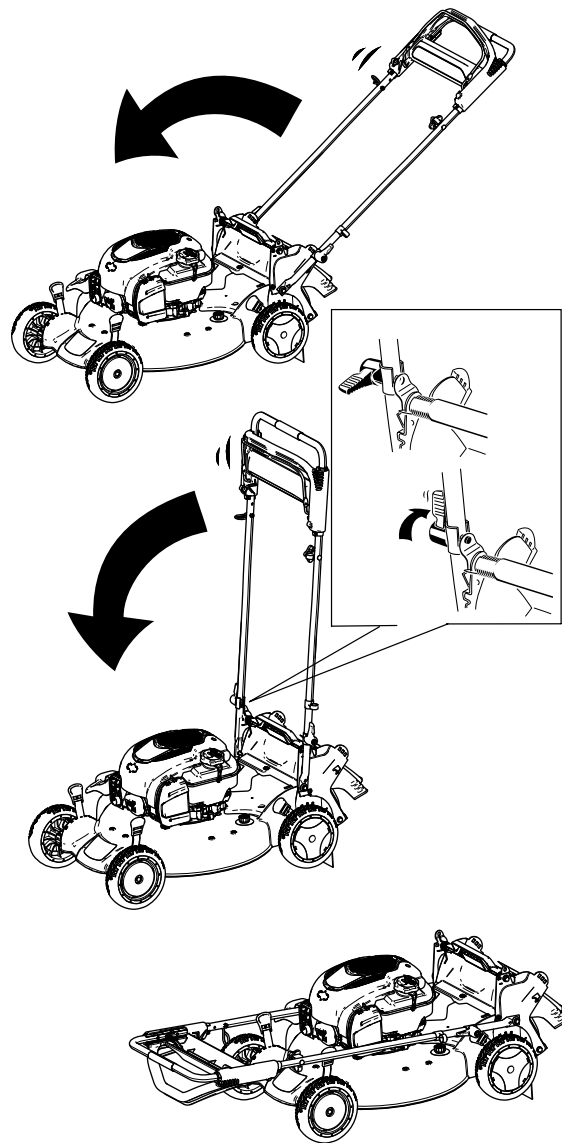

Figura 36
2. Doble el manillar hacia adelante (Figura 36).